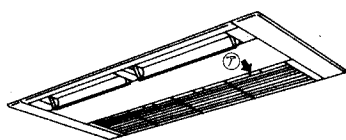

図1
- 吸込グリルのつまみを矢印⑦の方向へ引くと吸込グリルが開きます。(図1)